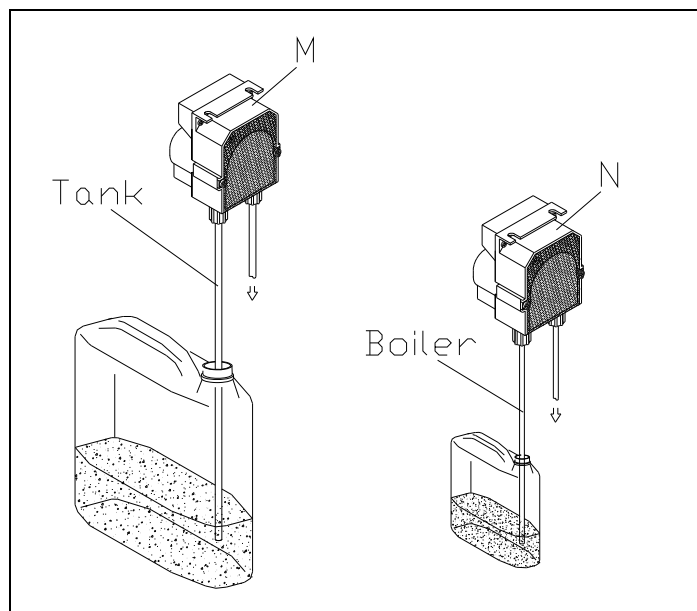

Fig. 3-4
- I dosatori di detersivo (M) (a richiesta) e brillantante (N) sono regolati dal costruttore. Nel caso si rendesse necessaria una diversa taratura agire sulla vite di regolazione degli stessi dosatori. I contenitori di detersivo e brillantante (se non in dotazione all'apparecchio) vanno posti presso la macchina ed il prelievo viene effettuato attraverso i tubi di raccolta trasparente (Tank per il detersivo e Boiler per il brillantante) situati nella parte posteriore dell'apparecchio (fig.3-4).
- The detergent dispenser (M) (optional) and rinse aid dispenser (N) are regulated by the manufacturer. If the setting needs to be changed, turn the regulating screw on the dispensers. The detergent and rinse aid containers (if not provided with the appliance) should be placed next to the machine and connected to the transparent pipes fitted to the back of the appliance (Tank for the detergent and Boiler for the rinse aid) (fig.3-4).
- Die Dosierer des Reinigungsmittels (M) (auf Anfrage) und des Glanzspülmittels (N) werden werkseitig eingestellt. Für andere Einstellungen die Stellschraube der Dosiervorrichtung regeln. Die Behälter für Reinigungsmittel und Glanzspülmittel ( wenn nicht mit dem Gerät mitgeliefert) müssen in unmittelbarer Nähe der Maschine stehen und die Entnahme erfolgt über die durchsichtigen Schläuche (Tank für das Reinigungsmittel und Boiler für Glanzspülmittel) an der Rückseite des Geräts (fig.3-4).
- Les doseurs du détergent (M) (sur demande) et du produit de rinçage (N) seront réglés par le constructeur. S'il vous fallait régler différemment, faire tourner la vis de réglage sur les doseurs mêmes. Les alvéoles à détergent et à produit de rinçage (si non fournies avec l'appareil) seront mises près de la machine et le prélèvement sera effectué par des tubes transparents (Tank pour le détergent et Boiler pour l'agent de brillantage) situés derrière l'appareil (fig.3-4).
- Los dosificadores de detergente (M) (a pedido) y abrillantador (N) salen de la fábrica regulados por el Constructor. En el caso de que se necesitara una regulación distinta, usar el tornillo de dosificación de los propios dosificadores. Si los contenedores de detergente y abrillantador no forman parte del equipamiento base, se deben colocar cerca de la máquina; el detergente y el abrillantador se sacan a través de los tubos de toma transparentes (letrero Tank para el detergente y Boiler para el abrillantador) ubicados en la parte trasera del aparato (fig.3-4).